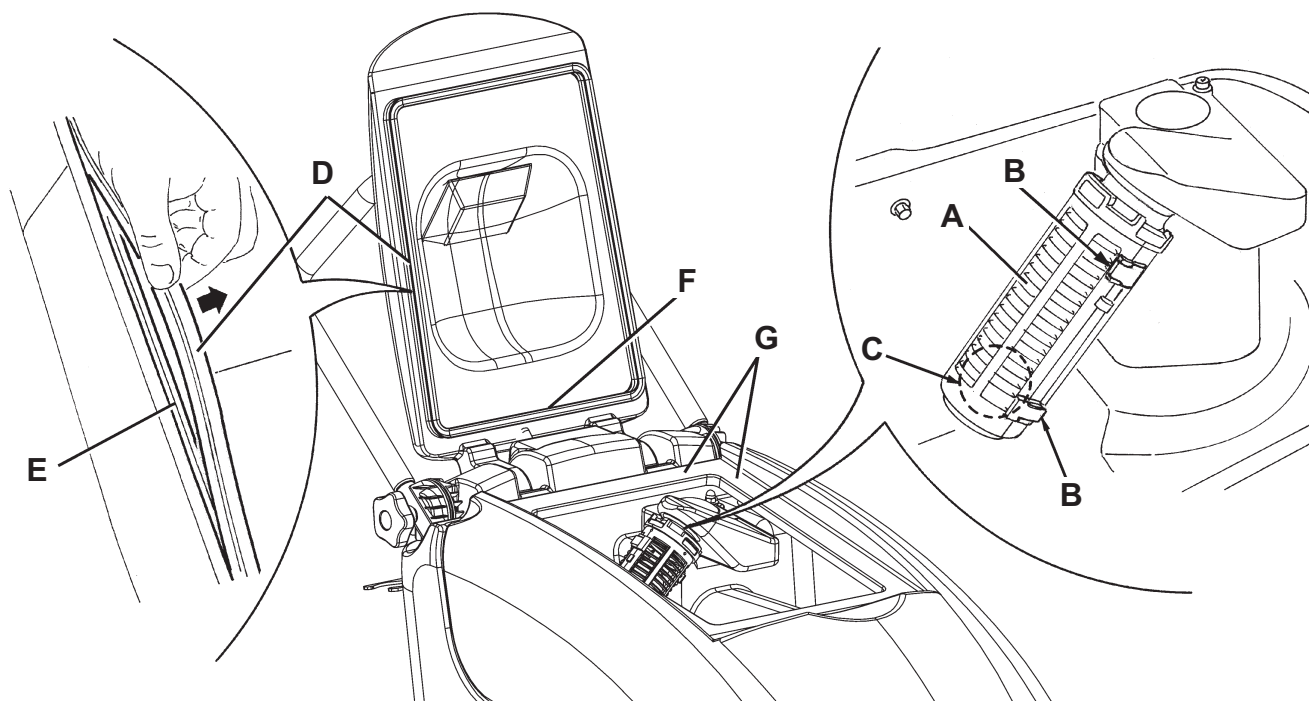

Figure 5
2. Vérifier que le câble d'alimentation (21) est branché au réseau électrique.
3. Ouvrir le couvercle (6), nettoyer et laver à l'eau propre le couvercle, les réservoirs (26 et 27) et la grille d'aspiration (36). Vider l'eau des réservoirs à l'aide du tuyau de vidange (16) et de la soupape (18).
4. Si besoin est, dégager les dispositifs de retenue (B, Fig. 5), ouvrir la grille (A), récupérer le flotteur (C) et nettoyer soigneusement ; enfin reposer en place.
5. Contrôler l'intégrité du joint d'étanchéité (D) du couvercle du réservoir de l'eau de récupération.